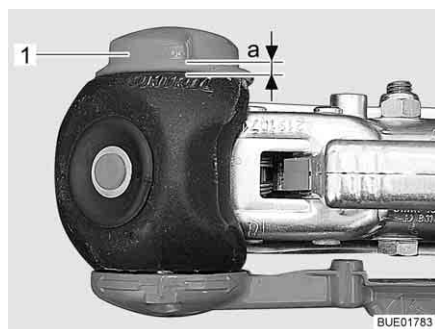

Fig. 208 Control de desgaste
- Girar la ruedecilla (Fig. 208,1) hasta comprobar que la limitación de par emita un sonido audible. Sentido de rotación: de las agujas del reloj.
- Distancia $a > 0$ (Fig. 208): Desgaste dentro del margen permitido.